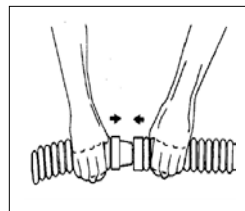

Abb. 4
Der Reiniger enthält elf (11) 81 cm lange Anschlussschläuche und einen (1) 81 cm langen Hauptschlauch mit einem grauen Endstück. Die Schlauchabschnitte des Reinigers miteinander verbinden, indem das Einsteckende eines Schlauchs kräftig in das Aufnehmende eines anderen Schlauchs gedrückt wird (Siehe Abb. 4). Je nach Größe und Form Ihres Schwimmbeckens ist es nicht immer erforderlich, alle Schläuche zu verwenden. Für den einwandfreien Betrieb Ihres Reinigers **MUSS DER HAUPTSCHLAUCH IMMER** angeschlossen werden. Es ist nicht nötig, die Schläuche bis zum Anschlag einzuführen, aber sie **MÜSSEN** einen ausreichenden Halt aufweisen, um Luftverluste zu vermeiden. Das Befeuchten der Schlauchenden erleichtert ihre Verbindung.